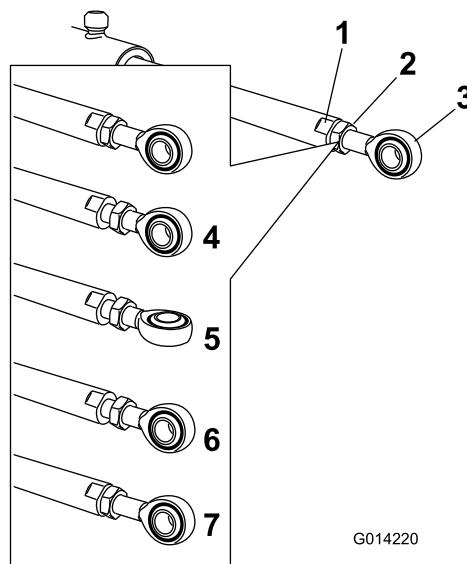

Figura 94
5. Utilice una llave sobre las zonas planas del émbolo del actuador para inmovilizarlo y, a continuación, afloje la contratuerca para poder ajustar la varilla de ojal (Figura 94).
6. Gire la varilla de ojal en el émbolo del actuador para acortar o alargar el actuador extendido a la posición deseada (Figura 94).